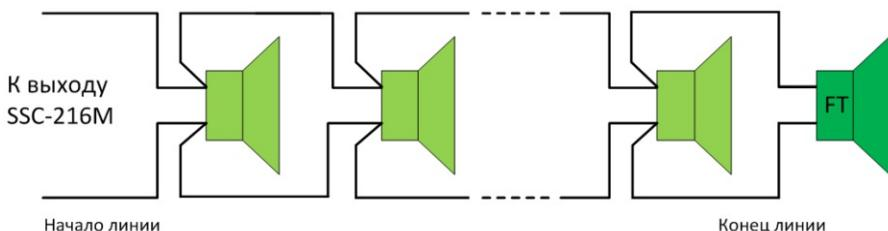

Рисунок 5
*Примечание – С целью возможности регистрации блоком контроля неисправности акустической линии в случае отключения от нее любого оповещателя необходимо обеспечить соединение входных и выходных проводов акустической линии не путем прямого контакта между проводниками, а через клеммы оповещателей (подключение оповещателей «гирляндой» (рисунок 5) и подключать в конце линии оповещатель Sonar серии SCS, SHS, SW, SWP или SWS с индексом «FT» (например, Sonar SW-06-FT).*